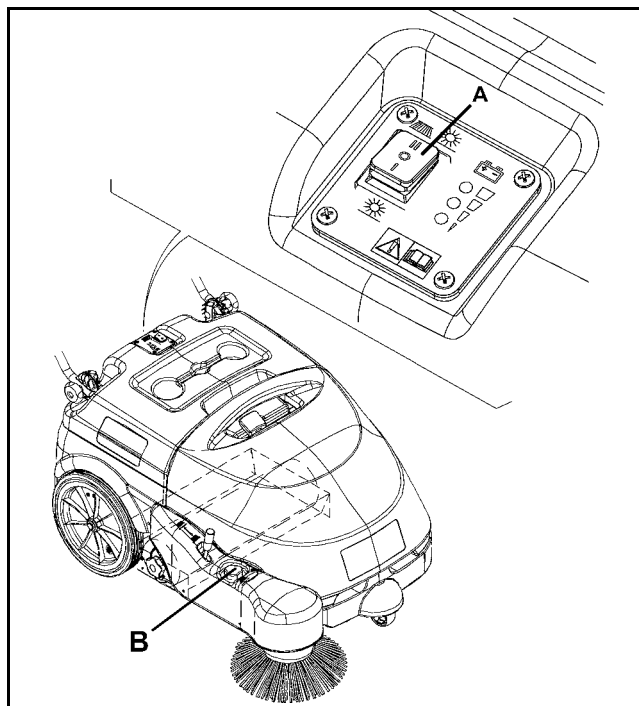

Figure 6
- arrêter le balai latéral en appuyant sur l'interrupteur (A, Fig. 6), puis le soulever et déplacer la machine.
2. Tourner la poignée (B, Fig. 6) dans le sens des aiguilles d'une montre, ou dans le sens inverse, pour régler la hauteur du balai du sol.
2. Positionner l'interrupteur général (A, Fig. 6) sur "0".